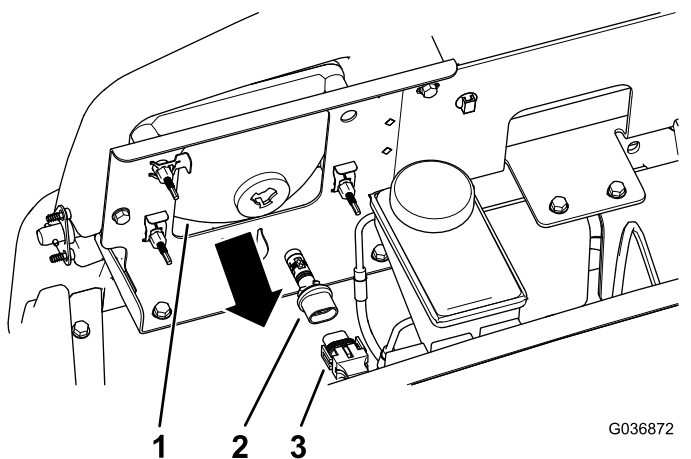

Figure 35
3. Débranchez le connecteur électrique sur le faisceau du connecteur de l'ampoule au dos du boîtier du phare (Figure 35).
4. Tournez l'ampoule d'un quart de tour dans le sens antihoraire et tirez-la en arrière hors du boîtier (Figure 35).
5. Insérez l'ampoule neuve dans le boîtier du phare et alignez les languettes sur les fentes du boîtier (Figure 35).
6. Fixez l'ampoule en place en la tournant d'un quart de tour dans le sens horaire (Figure 35).
7. Branchez le connecteur électrique de faisceau sur le connecteur de l'ampoule neuve (Figure 35).